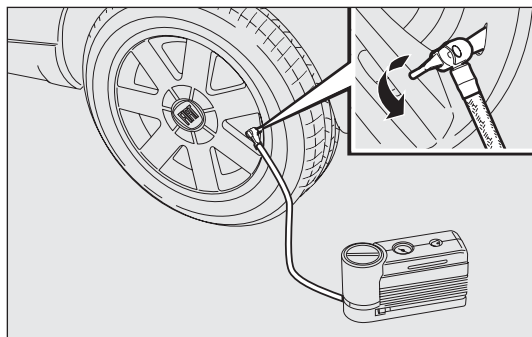
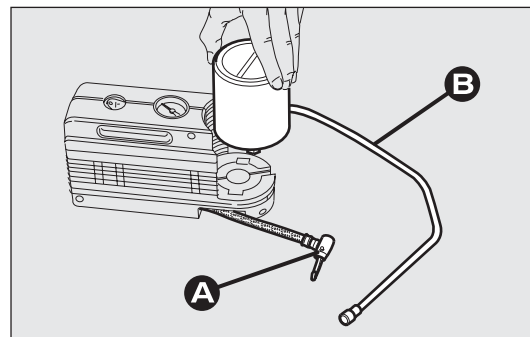

fig. 138
fig. 139
Il compressore può essere utilizzato anche per il solo ripristino della pressione. Svincolare l'innesto A-fig. 139 della bomboletta e collegarlo direttamente alla valvola del pneumatico fig. 138; in questo modo la bomboletta non sarà collegata al compressore e non verrà iniettato il liquido sigillante.
- disinserire l'innesto A-fig. 139;